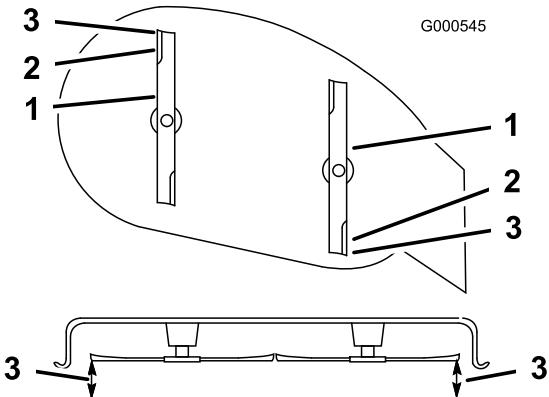

Figure 38
6. Mesurez la distance entre le haut de la lame avant et la pointe de la lame arrière par rapport à la surface plane (Figure 38). Si la pointe de la lame avant n'est pas de 1 à 6 mm plus basse que la pointe de la lame arrière, réglez le contre-écrou avant.
- Remarque:** Poursuivez le réglage de l'écrou jusqu'à ce que la pointe avant de lame soit de 0 à 6 mm plus bas que la pointe arrière (Figure 38).